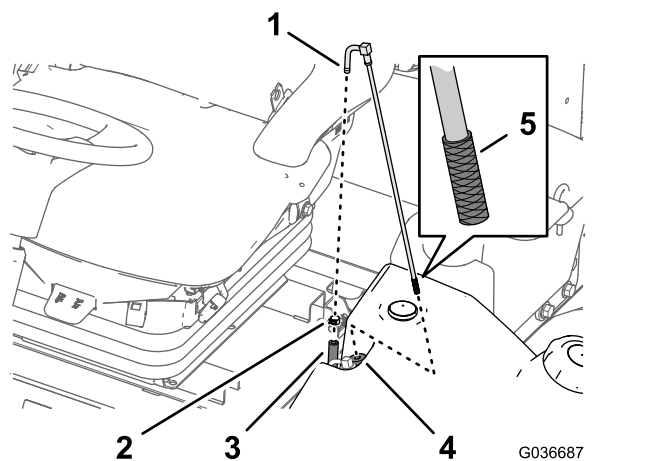

図 65
2. フィッティングからホースを取り外す 図 65。
3. 燃料タンクから燃料供給チューブを取り出す 図 65。
4. 燃料供給チューブの端部のスクリーンにたまっているごみをいねいに取り除く 図 65。
5. ゴム製ブッシュを通して燃料タンク内部へ燃料供給チューブを挿入する 図 65。
1. 燃料供給ホースを燃料供給チューブに固定しているホースクランプを外す 図 65。